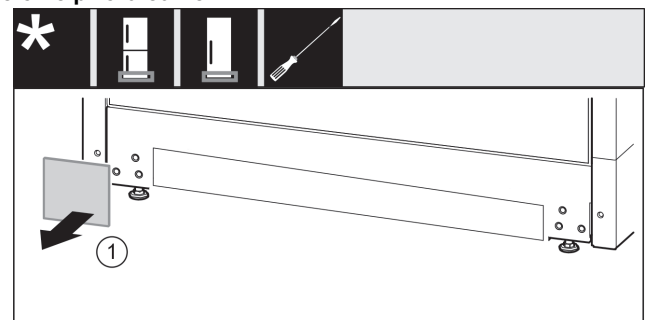

Fig. 12
- ▶ Nuimkite uždangalą. Fig. 12 (1)